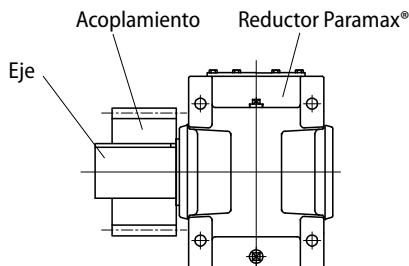
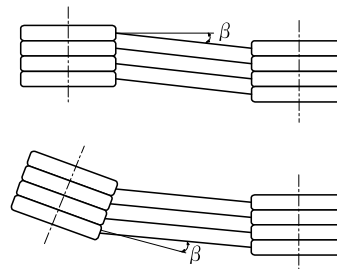

Fig. 9
Fig. 10
(2) Cadena, piñón y engranaje
- Posicione el piñón y el engranaje tan cerca del reductor Paramax® como sea posible, para que el punto de aplicación de la carga esté cerca de la línea de centro vertical del reductor (Fig. 9).
(3) Correa en V
- La excentricidad del paralelismo entre dos poleas debe ser menor que 0.5' (Fig. 10).